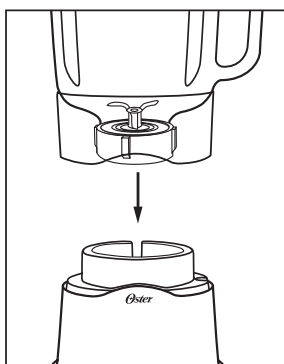

FIGURE 4
5. Introduire le récipient assemblé dans le socle du moteur (*Figure 4*).